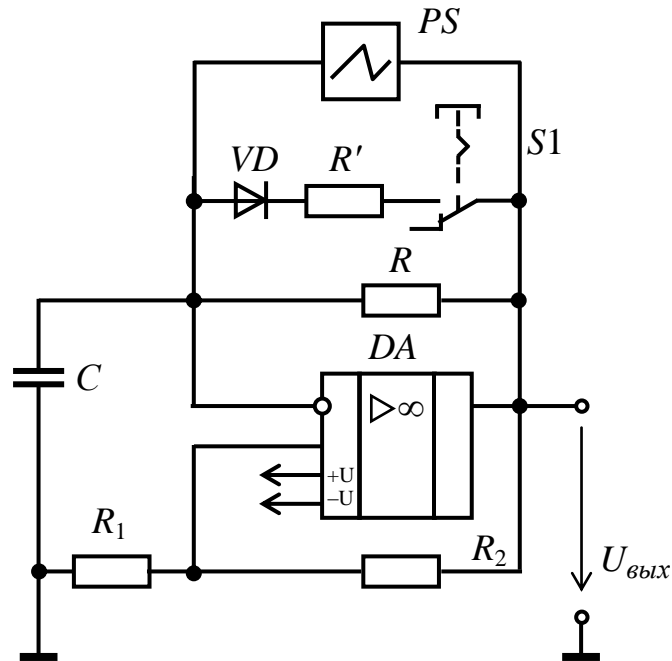

Рисунок 3 – Принципова електрична схема для дослідження мультивібратора.
1.4. Скласти принципову електричну схему для дослідження мультивібратора (рис. 3).
3.4 Схема мультивібратора (рис. 3), розрахунок згідно п.п. 1.4.1, графіки  $u_C = f(t)$  і виході операційного підсилювача  $u_{ВИХ} = f(t)$  згідно варіанту (таблиця 3).